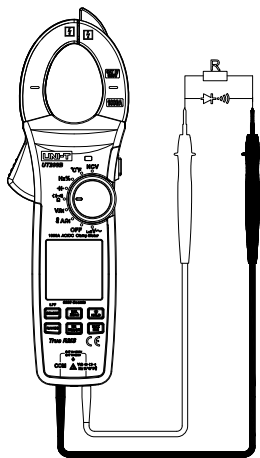

图9
7. 电阻测量(见图9)
8. 导通检测(见图9)
9. 二极管测量(见图9)